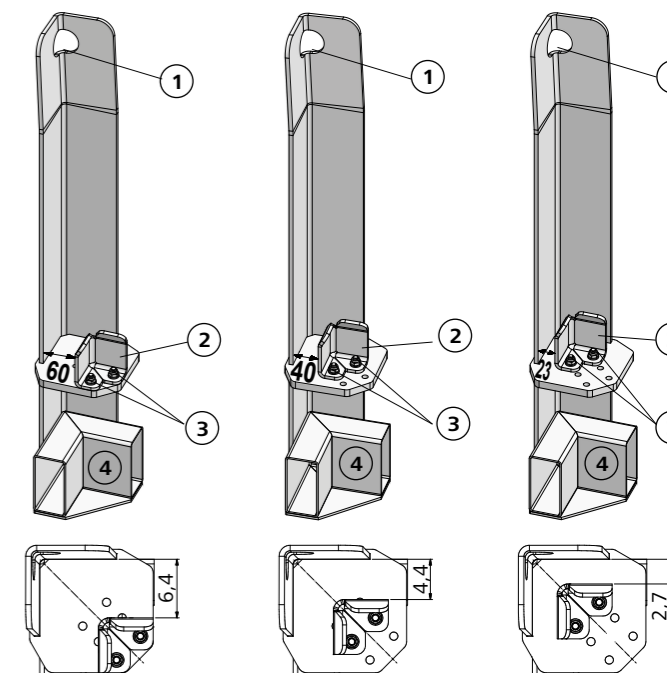
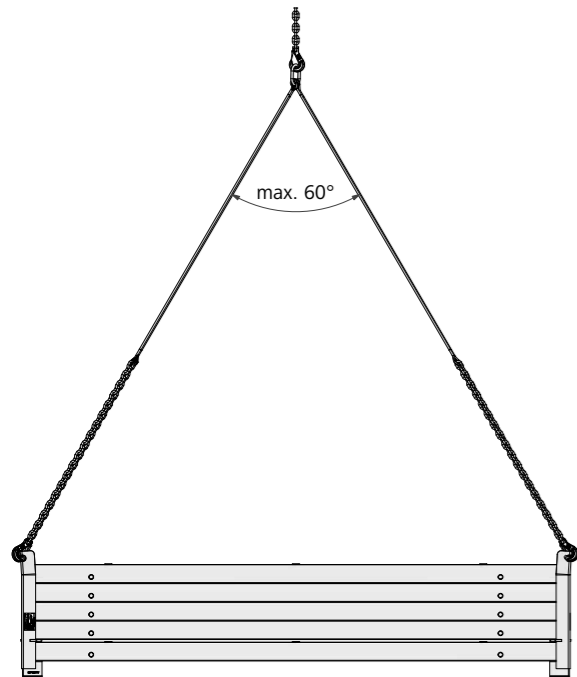

Fig. 1
Fig. 3 : Angle d'élingage 60° max.
- Pendant la manœuvre de levage (Fig. 3), la charge doit être déplacée de manière à éviter le balancement ou le heurt de la charge. Les crochets de levage ne doivent pas être sollicités au niveau de la pointe et doivent se mouvoir librement dans l'œillet d'accrochage (1).
L'angle d'empilement 60/40/23 est destiné à la manutention et au stockage des panneaux de coffrage vertical Mammut XT, Mammut 350, StarTec XT, StarTec, AluStar, EcoAs et AluFix. Les panneaux doivent avoir les mêmes dimensions. Utilisez toujours 4 angles d'empilement 60/40/23 par levage ou manutention. Les piles sont déplacées séparément à l'aide d'une élingue (Fig. 3) ou d'un chariot à fourche. Moyen de levage pour les panneaux de coffrage vertical, se pose entre la grue et la charge. Il faut au moins deux panneaux de coffrage vertical : un panneau repose sur les profils creux (4) face coffrante vers le haut, le deuxième panneau repose sur la pièce située au-dessus des profils creux, sur la platine munie d'un angle de positionnement (2). L'unité de manutention doit compter au maximum cinq panneaux de coffrage vertical (Fig. 3). Pour une hauteur de profil de 10 cm (EA/AF), 6 éléments peuvent être transportés/reçus, à condition de ne pas dépasser la capacité de charge maximale par jeu de 4. L'angle de positionnement doit être positionné en fonction des panneaux à déplacer (Fig. 1). Utilisez une élingue 4 brins et posez un crochet de levage sur l'œillet d'accrochage (1) de chaque angle d'empilement. L'angle d'empilement 60/40/23 demeure sur le coffrage pendant toute la durée d'utilisation.
Réglez l'angle de positionnement (2) de l'angle d'empilement 60/40/23 en fonction de l'épaisseur du cadre du panneau (EA/AF = 23 mm, AS/ST/ST XT = 40 mm, M/M 350/M XT = 60 mm), voir Fig. 1.
Accrochez le crochet de l'élingue dans l'œillet d'accrochage ① de l'angle d'empilement 60/40/23 de manière que le crochet ne puisse pas glisser hors de l'œillet lorsque l'élingue ou la chaîne n'est pas mise en tension (Fig. 3).